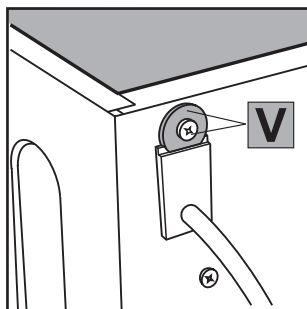

Fig. 15
4. Extraiga el tornillo y la arandela **V** [fig. 15], que sirven de sujeción al pasacables.